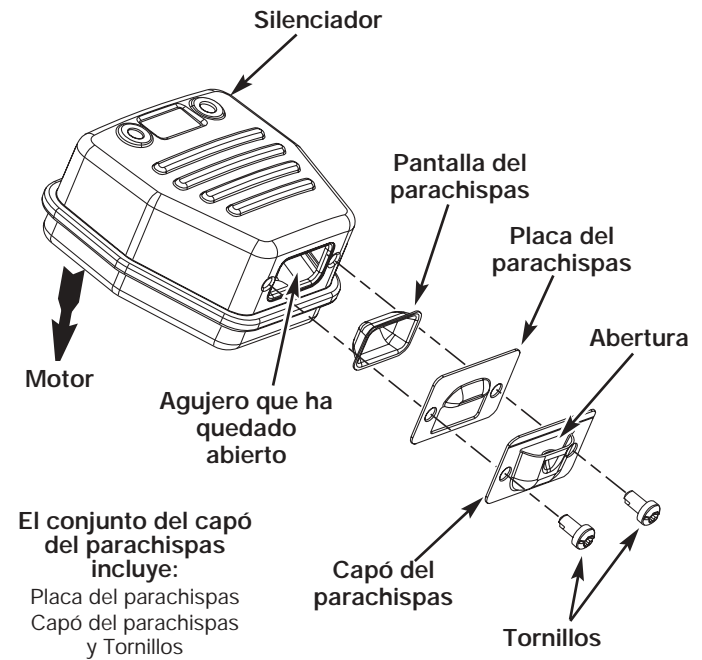

Fig. 29
2. Localice el silenciador, pero no lo quite. Busque los dos (2) tornillos en la parte inferior del silenciador (Fig. 29). Estos dos tornillos unen el conjunto de deflector de escape y la pantalla del parachispas a la parte inferior del silenciador. Quite los dos (2) tornillos usando una llave torx No. 20 o un destornillador plano.
6. Coloque la placa del parachispas encima del parachispas con el lado "levantado" hacia arriba mirando al motor (Fig. 29).
7. Coloque el capó del parachispas encima de la placa del parachispas con el lado "levantado" hacia arriba y la apertura mirando en dirección CONTRARIA al motor (Fig. 29). Asegúrese de que el escape se dirija en dirección CONTRARIA al motor.